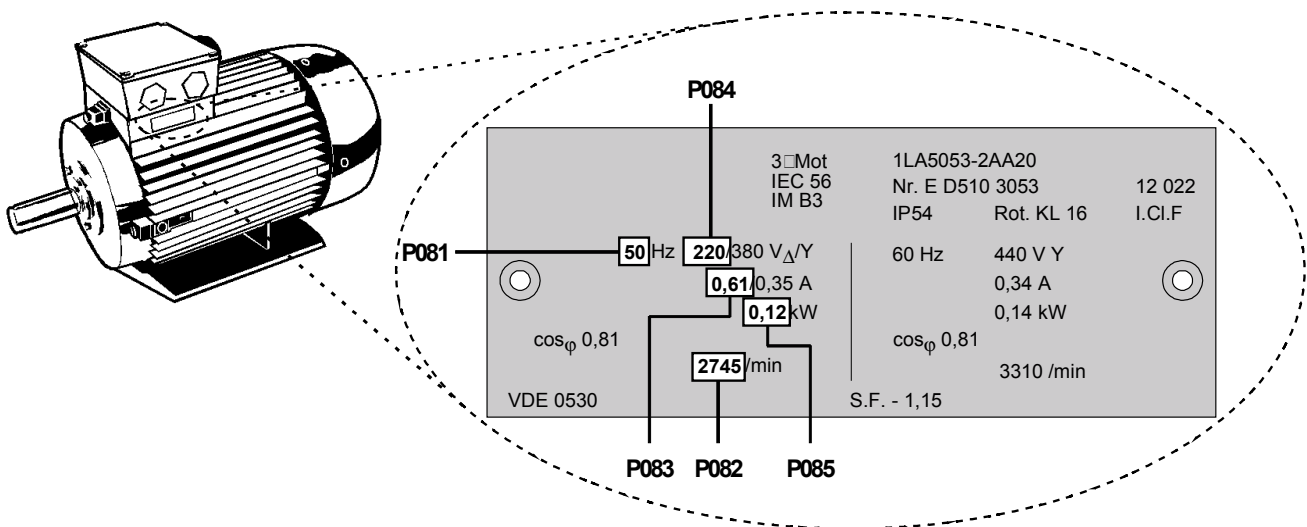

Figure 3.2.1: Typique Exemple de plaque signalétique de moteur
- (1) Le variateur ne comporte pas d'interrupteur secteur; il est par conséquent sous tension dès qu'il est relié au réseau. Il attend, sortie désactivée, l'actionnement du bouton MARCHE ou un signal numérique MARCHE sur la borne 5 (marche à droite) ou sur la borne 6 (marche à gauche) - voir paramètres P051 à P053.
- (2) Lorsque la fréquence de sortie est sélectionnée pour l'affichage (P001 = 0), la consigne correspondante est affichée toutes les 1,5 secondes environ lorsque le variateur est à l'arrêt.
- (3) Le variateur est programmé en usine pour les applications standard avec moteurs standard Siemens quatre pôles. En cas d'utilisation d'autres moteurs, il est nécessaire d'entrer les caractéristiques de la plaque signalétique du moteur dans les paramètres P081 à P085 (voir figure 3.2.1). **Remarque que l'accès à ces paramètres est uniquement possible lorsque P009 est réglé sur 002 ou 003.**
- (1) Branchez un simple interrupteur entre les bornes de commande 5 et 8 pour prérégler le moteur pour la rotation dans le sens des aiguilles d'une montre (valeur par défaut).
- (2) Mettez le variateur sous tension. Réglez le paramètre P009 sur 002 ou 003 pour permettre de régler tous les paramètres.
- (3) Réglez le paramètre P006 sur 000 pour spécifier la valeur de consigne numérique.
- (4) Réglez le paramètre P007 sur 000 pour spécifier une entrée TOR (c.-à-d. DIN1 (borne 5) dans ce cas) et activez les commandes en face avant.
- (5) Réglez le paramètre P005 sur la consigne de fréquence souhaitée.
- (6) Réglez les paramètres P081 à P085 sur les valeurs de la plaque signalétique du moteur (*voir figure 3.2.1*).
- (3) Remettez le variateur sous tension. Réglez le paramètre P009 sur 002 ou 003 pour permettre de régler tous les paramètres.
- (4) Réglez le paramètre P006 sur 001 pour spécifier la valeur de consigne analogique.
- (5) Réglez le paramètre P007 sur 000 pour spécifier l'entrée numérique [c.-à-d. DIN1 (borne 5) dans ce cas] et désactivez les commandes en face avant.
- (6) Réglez les paramètres P021 et P022 pour spécifier les valeurs minimum et maximum de la fréquence de sortie.
- (7) Réglez les paramètres P081 à P085 sur les valeurs de la plaque signalétique du moteur (*voir figure 3.2.1*).